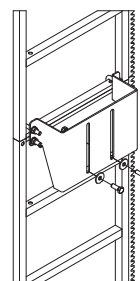

Fig. 10
6. Mientras sube, apretar el tornillo de unión M12 entre los anclajes de la cremallera de la escalera y los soportes de apoyo de la torre con un par de 12 Nm para las versiones CE (50 Nm para la versión AECO) (ver la Fig.10).